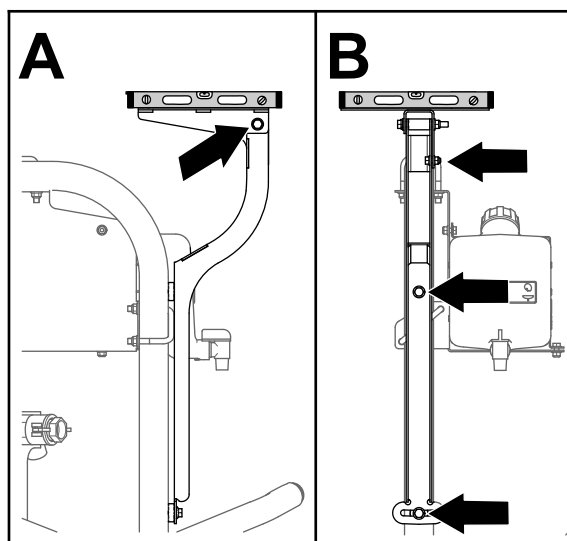

Рисунок 157
- Выровняйте пластину приемника по горизонтали слева направо (Рисунок 157).
- Выровняйте пластину приемника по горизонтали в продольном направлении (Рисунок 157).